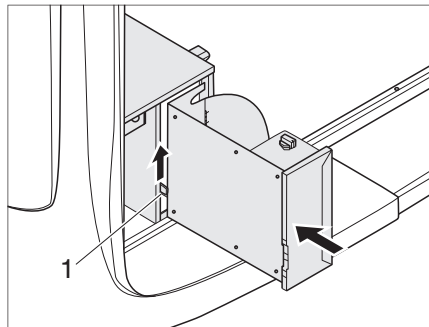

Bild 79 Gaskocher-Auszug einschieben
- ▶ Verriegelung (Bild 79,1) nach oben bewegen und den Gaskocher-Auszug einschieben, bis die Verriegelung einrastet.